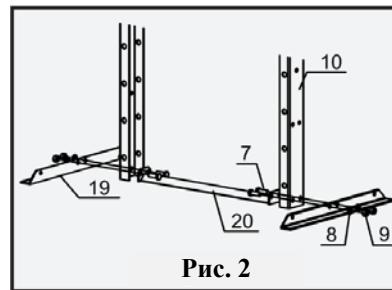

Рис. 2
- Установите стойки рамы (10) в вертикальное положение. Переместите каждую опору основания (19) под стойки рамы (10) и установите нижнюю опору рамы (20) между ними. Совместите отверстия стоек рамы, секций основания и нижней опоры основания и вставьте болты (7), затем закрепите их при помощи шайб (8) и гаек (9). Смотрите рис. 2.